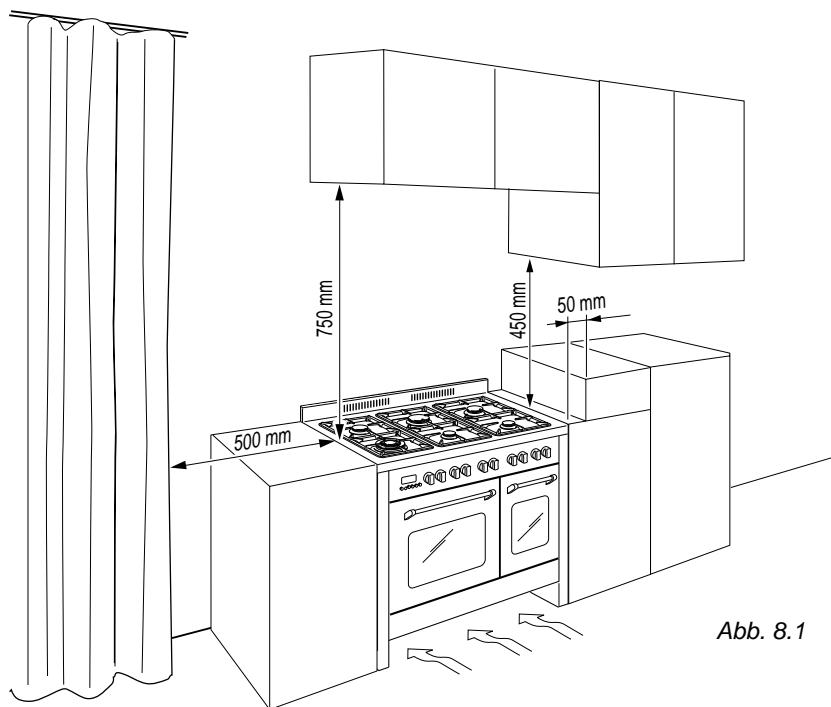

Abb. 8.1
Das Gerät muss einen Abstand von mindestens 50 mm zu allen Umgebungsflächen haben, die höher als die Kochmulde sind (Abb. 8.1).
- Die Gaszufluhr wird an der Rückseite des Herds (Abb. 8.1) an das R- oder L-Endstück des Gasschlauchs angeschlossen; der Anschluss schlauch darf die Rückwand des Geräts nicht überkreuzen.